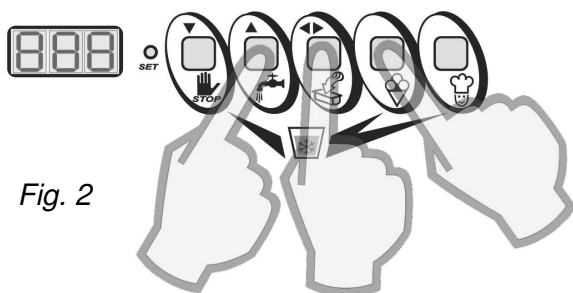

Fig. 2
4. Presione las teclas “AGITACIÓN (▲)”, “AUTOMÁTICO” y “EXTRACCIÓN (◀▶)” para ingresar la contraseña y confirmar (Fig. 2). Si desconoce la contraseña, contacte con el servicio de asistencia de Frigomat.